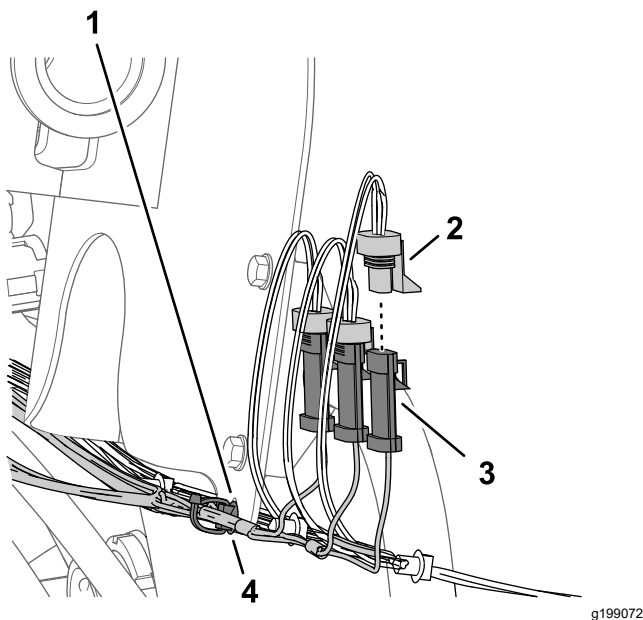

Рисунок 86
1. Подсоедините 3-штыревой разъем ответвления длиной 89 см с маркировкой LEFT SPRAY (ЛЕВАЯ СЕКЦИЯ ОПРЫСКИВАТЕЛЯ) жгута проводов опрыскивателя из комплекта к 3-гнездовому разъему жгута проводов машины с маркировкой LEFT SPRAY VALVE (КЛАПАН ЛЕВОЙ СЕКЦИИ ОПРЫСКИВАТЕЛЯ) (Рисунок 86).
- Подсоедините 3-штыревой разъем жгута проводов опрыскивателя из комплекта с маркировкой CENTER SPRAY (СРЕДНЯЯ СЕКЦИЯ ОПРЫСКИВАТЕЛЯ) к 3-гнездовому разъему жгута проводов машины с маркировкой CENTER SPRAY VALVE (КЛАПАН СРЕДНЕЙ СЕКЦИИ ОПРЫСКИВАТЕЛЯ) (Рисунок 86).
- Подсоедините 3-штыревой разъем жгута проводов опрыскивателя из комплекта с маркировкой RIGHT SPRAY (ПРАВАЯ СЕКЦИЯ ОПРЫСКИВАТЕЛЯ) к 3-гнездовому разъему жгута проводов машины с маркировкой RIGHT SPRAY VALVE (КЛАПАН ПРАВОЙ СЕКЦИИ ОПРЫСКИВАТЕЛЯ) (Рисунок 86).
- Вставьте вставной держатель жгута проводов опрыскивателя из комплекта в отверстие фланца кронштейна расходомера (Рисунок 86).